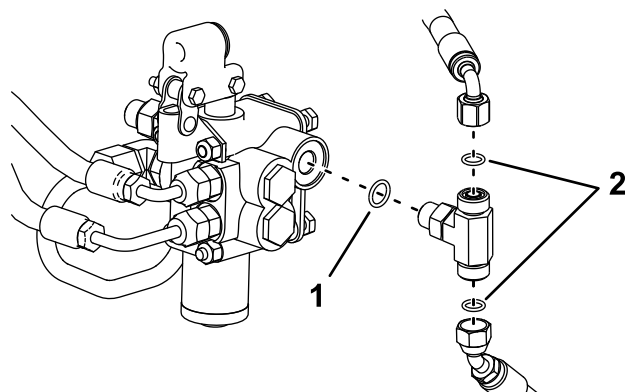

Figura 7
F. Sostituite gli O-ring del raccordo a T con dei nuovi O-ring, come illustrato nella Figura 7.